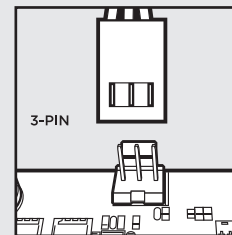

figure 2
- Connect pump tach cable to the CPU_FAN header on your motherboard (figure 2).
- Connectez le câble d'alimentation de la pompe au cavalier CPU_FAN de la carte mère (figure 2).
- Verbinden Sie das Stromkabel der Pumpe mit dem CPU-FAN Header auf dem Mainboard (Abbildung 2).
- Sluit de tach-kabel van de pomp aan op de CPU_FAN-header op het moederbord (afbeelding 2).
- Podłącz przewód tachometru pompki do złącza CPU_FAN na płycie głównej (rysunek 2).
- Подключите кабель питания насоса к разъему CPU_FAN на материнской плате (Рис. 2).
- 将泵机电源线连接至主板上的 CPU_FAN 接头 (图 2)。